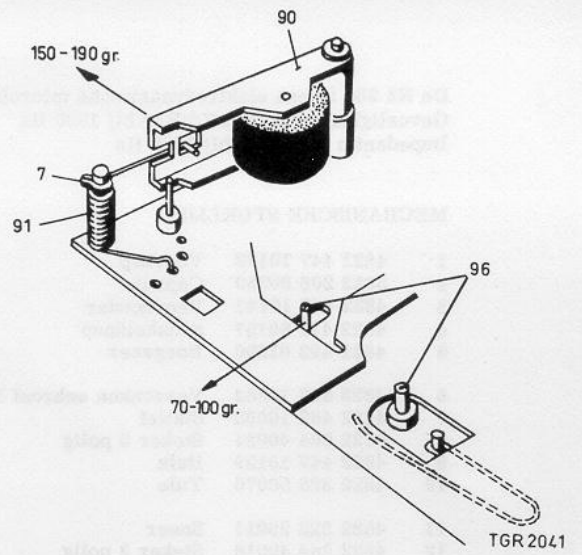

Fig. 4
Drukrolhefboom, zie fig. 4
Controle van de opspoelfrictie, pos. 96, zie fig. 4
a. Niet juiste aandrukkraft van de poelie van de opspoelfrictie tegen de spoelschotel. De druk van de poelie tegen de spoelschotel moet, zoals aangegeven in Fig. 4, 70 - 100 gram bedragen.